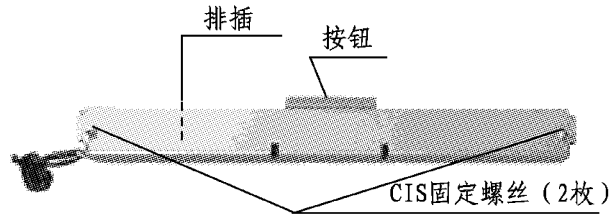

图7-11
e) 拆卸CIS单元，拔下绿色按钮。（图7-11）
f) 拆卸螺丝（2枚），拔下排插（1个），然后，拆卸CIS的托架。（图7-11）